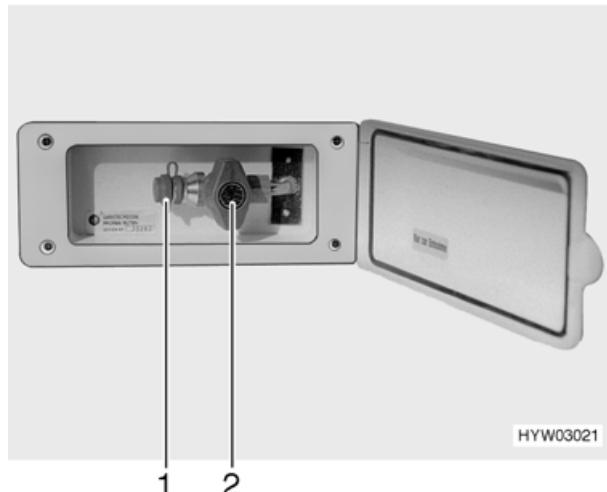

Fig. 45 Presa gas esterna, rubinetto chiuso
- Quando l'attacco esterno per il gas non viene utilizzato, chiudere sempre il rubinetto (Fig. 45,2).
- Accertarsi che dopo aver collegato l'impianto a gas e aver aperto il rubinetto non fuoriesca del gas dalla presa esterna (Fig. 45,1). Se l'attacco gas esterno perde, il gas si disperde nell'atmosfera. Chiudere immediatamente il rubinetto e la valvola principale della bombola del gas. Fare controllare la presa esterna del gas da un'officina autorizzata.
La presa gas esterna (Fig. 45) si trova sul lato posteriore destro sulla parete laterale.